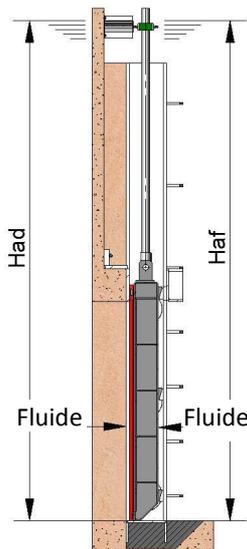
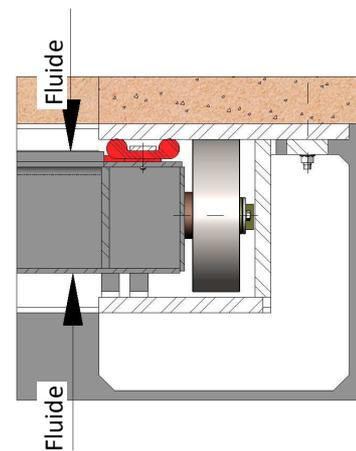

fig. 9
fig. 10
- **BIDIRECTIONNELLE** : fig. 9 et fig. 10